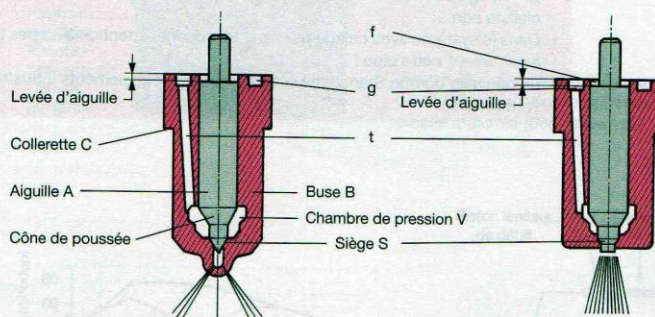
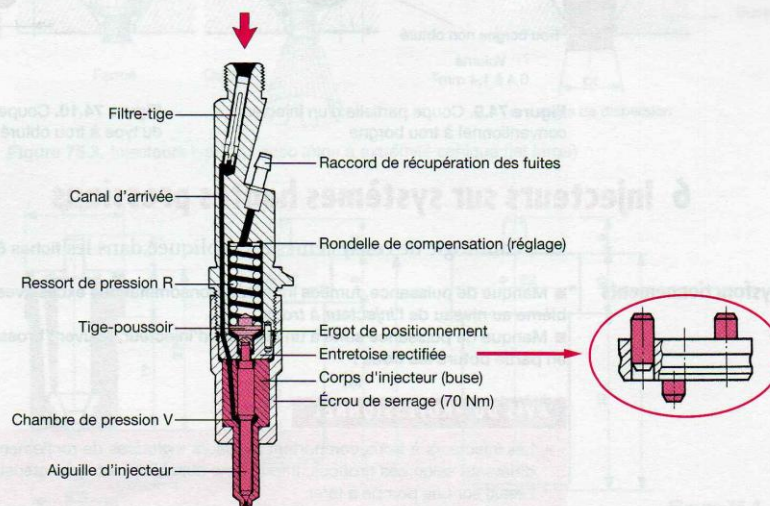

Figure 73.1.
Figure 74.7. Porte-injecteur type KBAL avec montage du raccord « en bout » et injecteur « à trous » type « DLLA »
Les deux parties de l'injecteur, l'aiguille et la buse (**fig. 73.1**) sont appariées et rodées ensemble, et il n'est pas possible de les interchanger.
L'ensemble aiguille-buse est fixé sur le porte-injecteur par un écrou qui prend appui sur la collerette C (**fig. 73.1**) et applique la face rectifiée et rodée de la buse sur la face rodée du porte-injecteur, ou sur une entretoise rectifiée (**fig. 74.7**). Le serrage de cet écrou doit impérativement être effectué au couple prescrit, à l'aide d'une *clé « dynamométrique »* étalonnée.
L'aiguille est appliquée au repos sur son siège « S » (fig. 73.1 et 73.2), par un ressort qui prend appui dans le porte-injecteur (fig. 73.2 et 74.7).
Le gazole arrive par le porte-injecteur dans une gorge circulaire « g » (ou par l'orifice unique indexé sur le modèle « DLLA », fig. 74.7) puis est dirigé vers la chambre de pression « V », par le canal « t » (fig. 73.1 et 73.2).
Au moment du *refoulement* de combustible par la *pompe d'injection*, une montée en pression très rapide s'effectue dans la chambre de pression V (fig. 73.1 et 73.2), jusqu'à l'instant où l'aiguille se soulève (c'est le « début d'injection »), exerçant alors une force plus importante que la pré-charge du ressort de pression « R » (fig. 73.2 et 74.7). Le combustible est pulvérisé finement, jusqu'à la fin du refoulement de la pompe d'injection, l'aiguille d'injecteur retombe alors sur son siège, plaquée par la force du ressort de pression « R » et obture le ou les orifices de la buse d'injecteur (étanchéité parfaite indispensable).
- la levée d'aiguille (fig. 73.1).
Le diamètre et la disposition de ces trous varient suivant le *débit* et la forme de la *chambre de combustion*. Lorsque les trous ne sont pas répartis symétriquement par rapport à l'axe de la buse, l'injecteur est positionné sur le *porte-injecteur* par deux ergots de centrage (fig. 74.7).